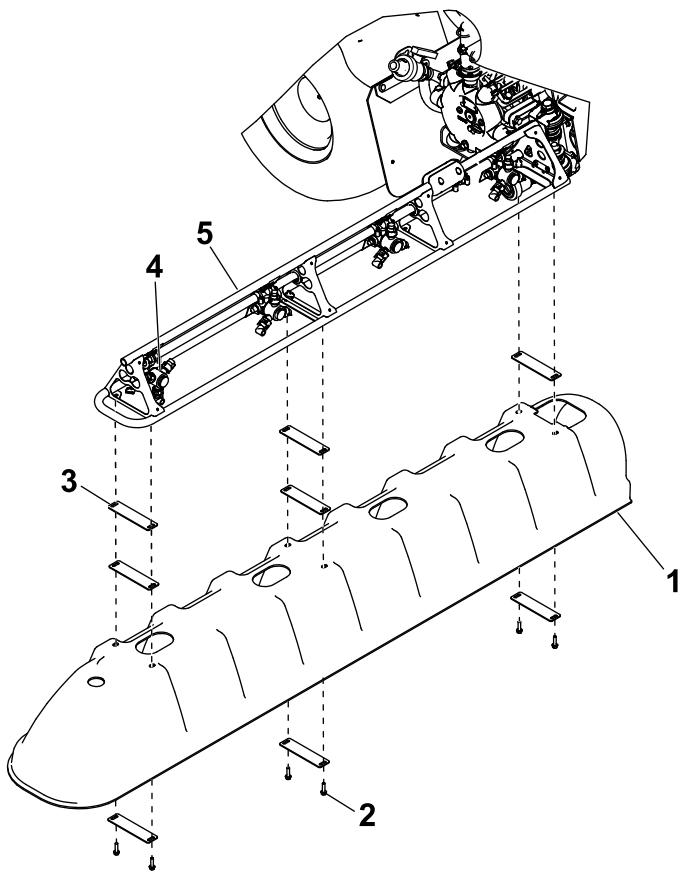

Figura 10
- Instale uma das coberturas das rampas laterais (Figura 10) utilizando oito placas de anilha, seis parafusos de
Nota: Instale placas de anilha adicionais entre as coberturas da rampa exterior e estrutura da armação da secção da rampa exterior para acrescentar folga entre as coberturas consoante o necessário. Consulte Figura 10.